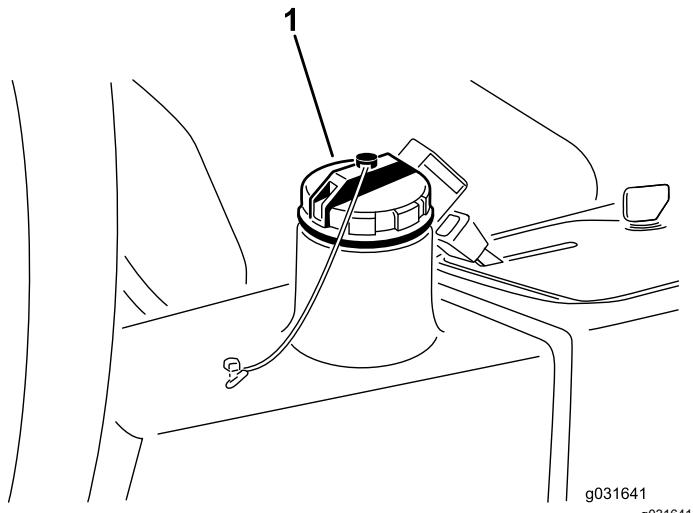

Figura 66
4. Llene el depósito (Figura 66) con aproximadamente 13,2 litros de fluido hidráulico; consulte Especificación del fluido hidráulico \(página 59\) y Comprobación del nivel de fluido hidráulico \(página 59\).